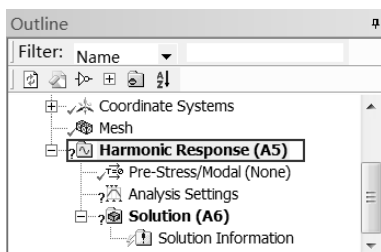
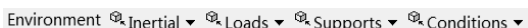

图 7-68 边界条件选项
图 7-69 环境工具栏
Step1：选择 Outline 栏中的 Harmonic Response (A5) 选项，如图 7-68 所示，此时会出现如图 7-69 所示的 Environment (环境) 工具栏。